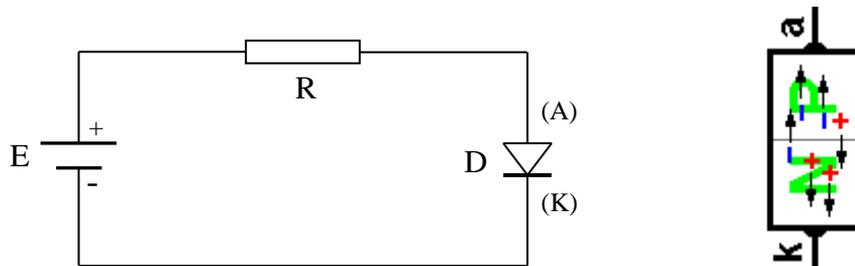

Fig. 6
**a) Sens « directe » :** Lorsque l'anode est reliée au côté plus (+) de l'alimentation, et la cathode au côté moins (-), on dit que la diode est polarisée en « directe » (fig. 6).
Dans le cas de la (fig. 6), la diode est polarisée dans le sens passant et  $I = I_d$ ,  $V = V_d$ , de ce fait l'équation (1) devient :